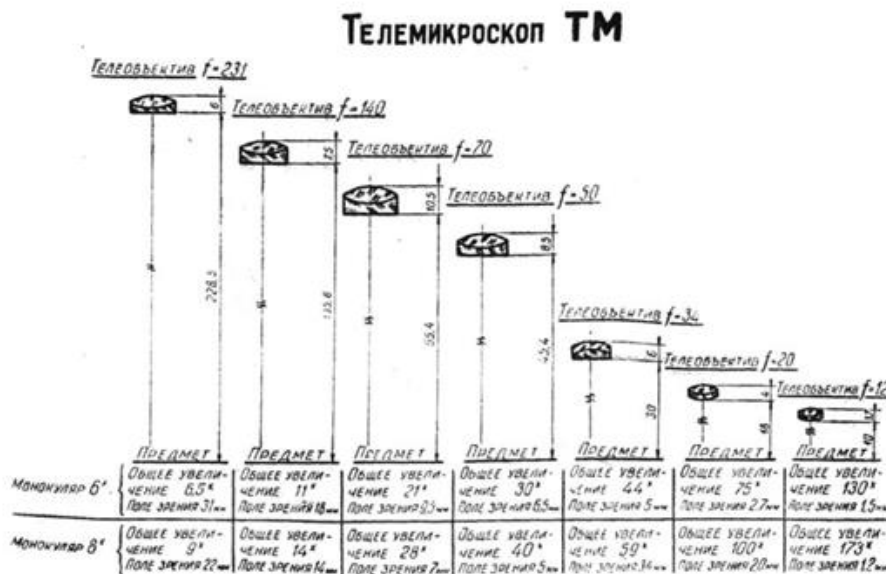

рис. 2
- 6 Tubusmontierte Wechselobjektive, die Vergrößerung und Sichtfeld entsprechend der Tabelle (Abb. 2) ergeben;